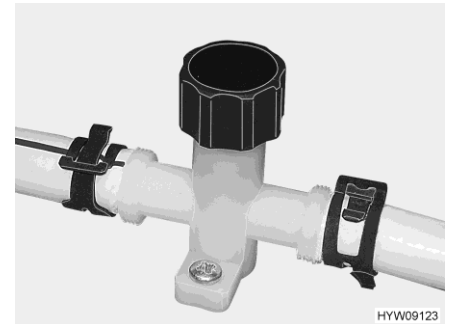

Bild 126 Ablasshahn (Wasserleitung)
- Ablasshähne (Bild 126) schließen. Dazu jeweils die Kappe im Uhrzeigersinn zudrehen. Der Einbauort des Sicherheits-/Ablassventils und der Ablasshähne ist im Abschnitt 10.7 am Ende dieses Kapitels aufgelistet.